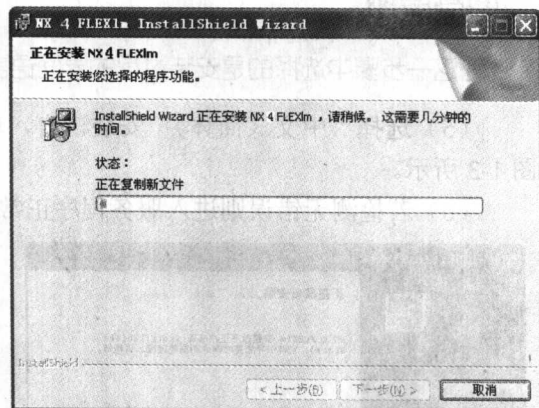

图 1-8 NX 4 FLEXlm 程序安装界面
(11) 单击 **安装(I)** 按钮开始 NX 4 FLEXlm 程序的安装, 如图 1-8 所示。